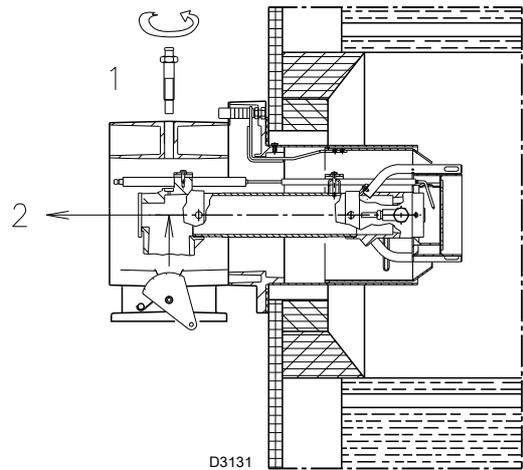

图 18
- 拆下螺丝 1) (图 18) 和内部部件 2) ;
为方便调节, 可先拧松螺丝 1) (图 18 第 20 页), 进行调节, 然后在拧紧螺丝。